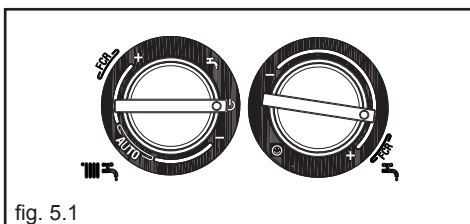

fig. 5.1
In caso di brevi assenze posizionare il selettore di funzione su OFF (fig. 5.1). In questo modo lasciando attive l'alimentazione elettrica e l'alimentazione del combustibile, la caldaia è protetta dai sistemi:
In caso di assenze prolungate posizionare il selettore di funzione su OFF (fig. 5.1).
- posizionare il selettore di funzione su  (OFF - fig. 5.1)